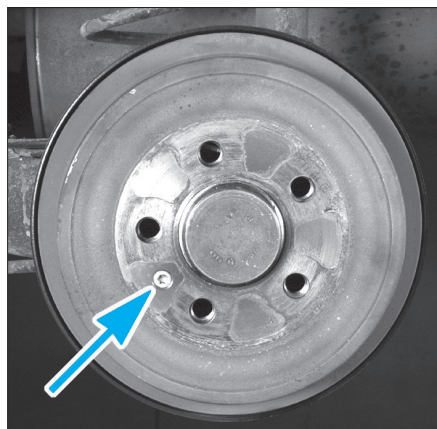

FIG. 6
- Déposer la vis de fixation du tambour (Fig.6).